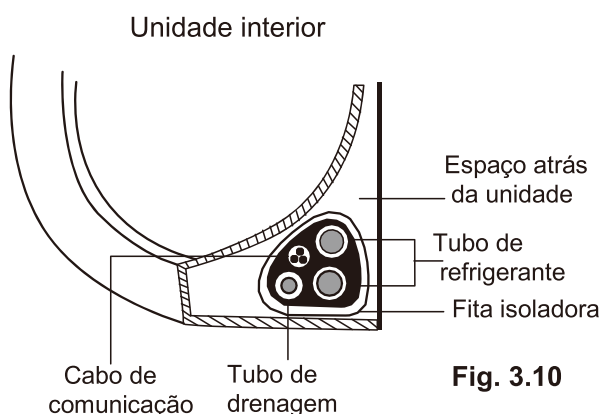

Fig. 3.10
1. Una o tubo de drenagem, o tubo de refrigerante e o cabo de comunicação de acordo com a **Fig. 3.10**.
3. Com fita adesiva, envolva bem o cabo de comunicação, os tubos de refrigerante e a mangueira de drenagem. Comprove duas vezes se todos os elementos ficaram bem unidos como demonstra a **Fig. 3.10**.